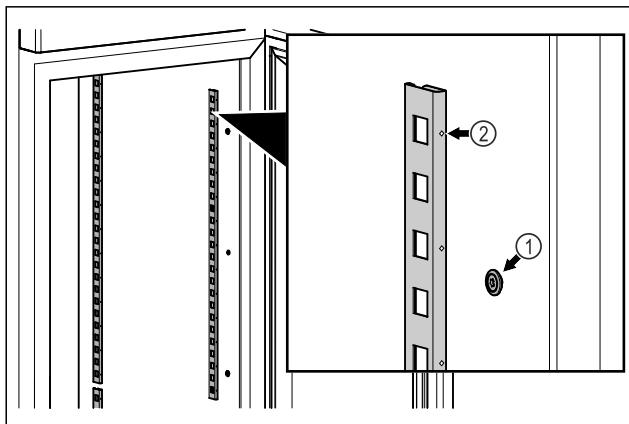

Fig. 48 Simbolična slika
- Zagozdne letve obesite na Fig. 48 (1) obešalni element. Oznaka Fig. 48 (2) mora biti obrnjena naprej.